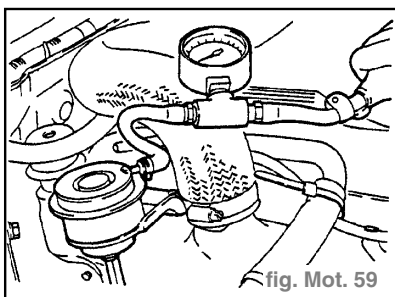

fig. Mot. 59
- Brancher une pompe à main (type à pulvérisation) au raccord. (fig. Mot. 59)